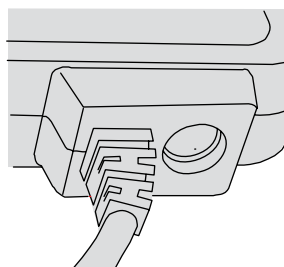

Figura 2 Porta de entrada de CC, desconectada.
- 6 Porta de entrada de CC, conectada. Consulte também Figura 2.